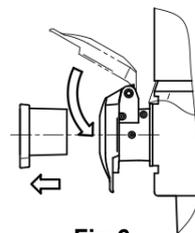

Fig.6
- 3) フラップバルブからホースカプラ (FM40-50P) やホースを抜き、フラップバルブを閉じてください。(Fig.6)